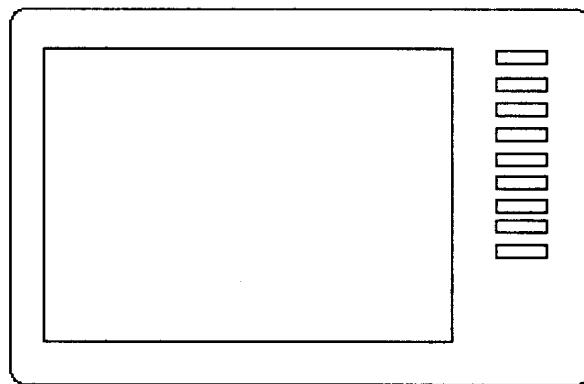

图 1-1-4
- (1) 选择下列某一操作：
- (2) 在小矩形边框上单击，将其拾取，然后按“Enter”键。
- (3) 输入“M”，指定将拾取对象进行多次复制，然后按“Enter”键。
- (4) 在任意位置单击，指定一个基点。
- (5) 拖动鼠标到适当位置单击，复制一个小矩形。重复此步骤六次，然后按“Enter”键，绘出八个频道按钮，如图 1-1-4 所示。